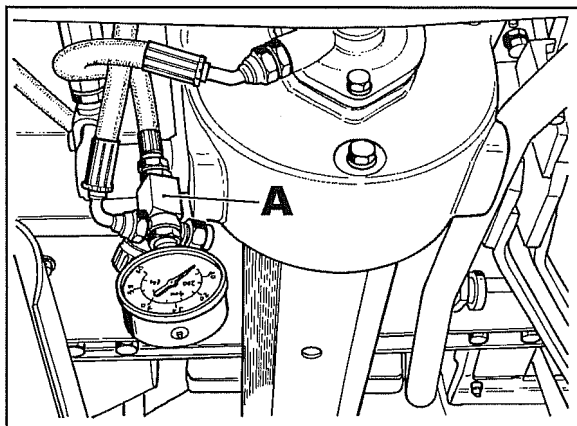
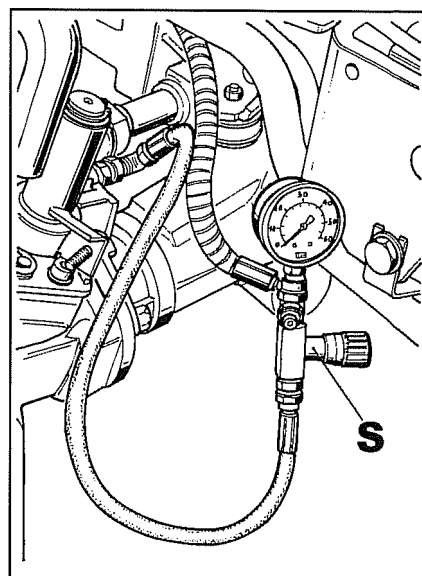

Fig. 13
Fig. 19
- 19 Ligar o instrumento especial **A** no supradito tubo situado em baixo da máquina como ilustrado na fig. 13. Fechar a torneira do instrumento levando o motor a um regime de 1000 rotações, controlar que a pressão alcance cerca de 42 bar.
22 Identificar a electroválvula dupla tracção, ligada ao tubo no qual está montado o manómetro da fig. 13.
26 Montar o mesmo instrumento da fig. 13 no tubo de envio desde a electroválvula até as massas de travagem ilustrado na fig. 19, recordando-se de fechar a torneira **S** para bloquear o circuito que do manómetro iria para as massas de travagem.
29 Se, ao invés, depois de efectuada a operação 27, a pressão for exacta, isto é, 40 bar, procure a avaria abrindo a torneira **S** fig. 19.